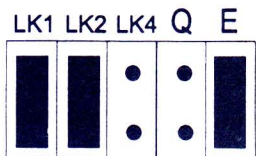

fig.9
- b) monter des capteurs asservis additionnels pour augmenter la surface de la zone de détection. Si la zone de détection est trop grande ou elle est barrée, monter le/les détecteur/s suivant les indications de la Figure 9.
- Monter le cavalier "E" comme indiqué sur la Fig.9